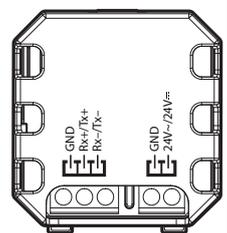

Fig. 3
- per i modelli a 24 Vac/24 Vdc vedere fig.3; fare attenzione a rispettare la polarità 24 V $\overline{\text{---}}$, GND nel caso di alimentazione a tensione continua;
- for 24 Vac/24 Vdc models see Fig. 3; make sure the polarity (24 V $\overline{\text{---}}$, GND) is right for direct current power supply;